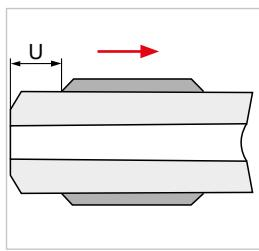

Figure 2
- Vissez la bague de pression sur le tube, jusqu'à ce que presque 2 pas soient libres jusqu'au cône (*Figure 2*).